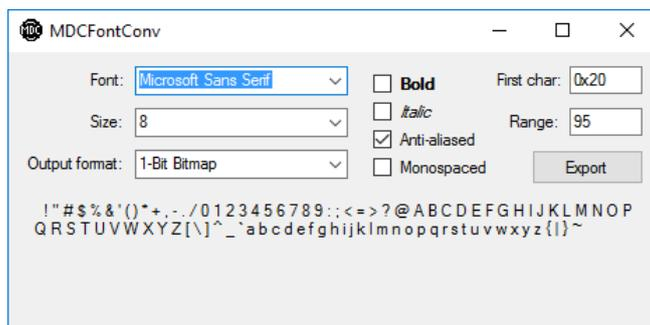

図 4.1 MDCFontConv.exe
- (1) MDCFontConv.exe を立ち上げ、フォント情報のパラメータを設定します。(図 4.1 参照) Export ボタンをクリックし、出力ファイル (.h, .mdcfont) を格納するフォルダを選択します。